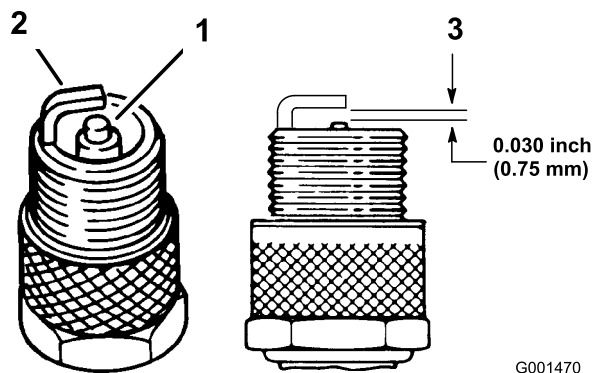

Figura 28
- Controllate la distanza tra gli elettrodi centrale e laterale (Figura 28). Piegate l'elettrodo laterale (Figura 28) se la distanza non è corretta.
- Controllate il centro delle candele (Figura 28). Se l'isolatore è di color marrone chiaro o grigio, il motore funziona correttamente. Una patina nera sull'isolatore significa in genere che il filtro dell'aria è sporco.
3. Collegate i cappellotti alle candele (Figura 28).